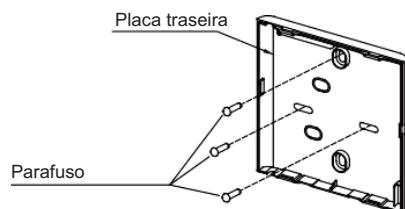

Fig. 3-3
- Para fixar o controlador a uma parede, fixe a placa traseira à parede com três parafusos (M4x20) e as buchas correspondentes (Fig. 3-3).